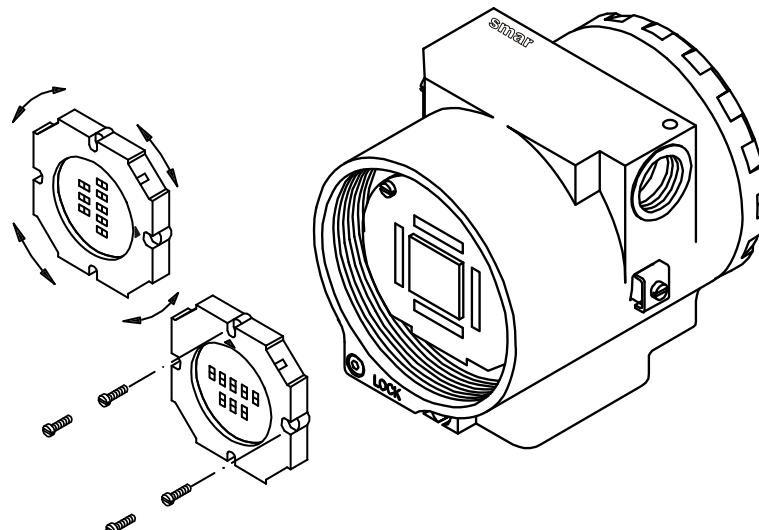

Figura 5.4 – Quatro Posições Possíveis do Display
Ligue os conectores da fonte de alimentação à placa principal. Caso tenha display, acople-o à placa principal, através de 4 parafusos (3). A montagem do display pode ser feita em qualquer das 4 posições possíveis (veja Figura 5.4). A marca “▲” no display, indica a posição superior do display.